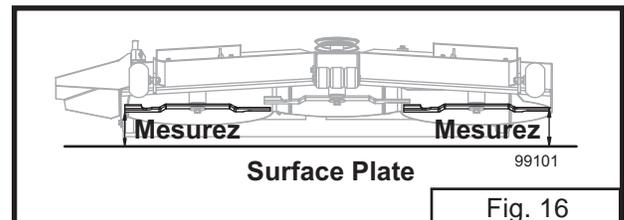

Fig. 16
(Reférez-vous aux Fig. 16 & 17)
3. Positionnez la lame gauche en position latérale et mesurez la distance entre l'extrémité de la lame et la surface niveau sur laquelle reste la machine (voir la Fig. 16).
4. Positionnez la lame droite en position latérale et mesurez la distance entre l'extrémité de la lame et la surface niveau sur laquelle reste la machine (voir la Fig. 16).